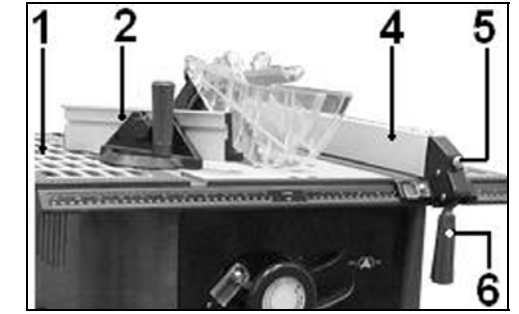

Рис.6.
### 8.4. Установка параллельного упора и упора для косо́го и поперечного пиления (Рис.6)
8.4.1. Установите упор для косо́го и поперечного пиления (2) в паз рабочего стола (1), как показано на Рис. 6.